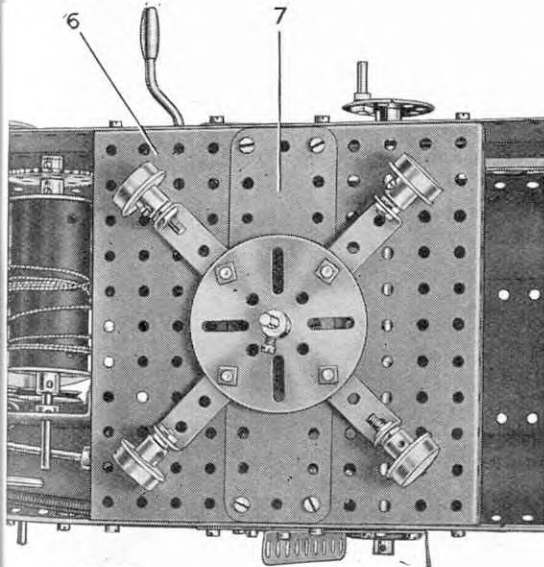

Fig. 8.8c
Chaque côté de la cabine est formé par quatre plaques flexibles de 14 x 6, une de 6 x 6, et trois de 14 x 4. Ces plaques sont boulonnées aux bandes de 25 et 11 trous comme le montre la Fig. 8.8e, et les côtés sont réunis l'un à l'autre à chaque extrémité par une cornière de 11 trous 4, et une bande coudée de 140 x 12 (5). Deux plaques à rebords de 14 x 6 dont l'une apparaît en 6 (Fig. 8.8c) sont fixées au centre de la cabine et sont reliées par une plaque flexible de 14 x 4 (7). Un cavalier est fixé aux plaques à rebords, de telle façon que son trou central coïncide avec le trou central de la plaque flexible 7. Une tringle de 11,5 cm. (8) passe dans le cavalier et dans la plaque flexible 7, et dans une bande de 11 trous 9 fixée aux côtés par des équerres. La tringle 8 est munie à son extrémité supérieure d'une roue de 57 dents 10.